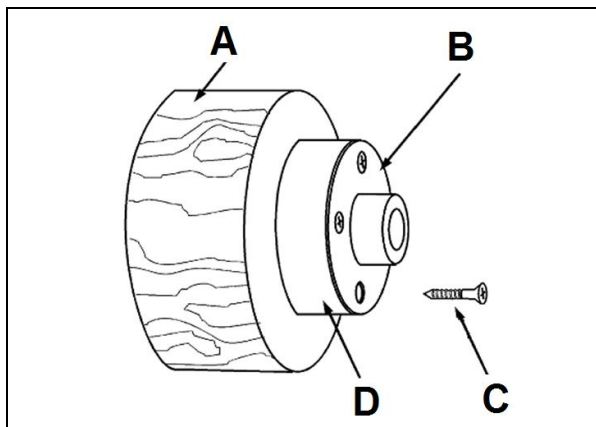

Fig. 24
Fixer la pièce à usiner (A, Fig. 24) avec 4 vis à bois (C) par derrière directement sur le plateau circulaire.